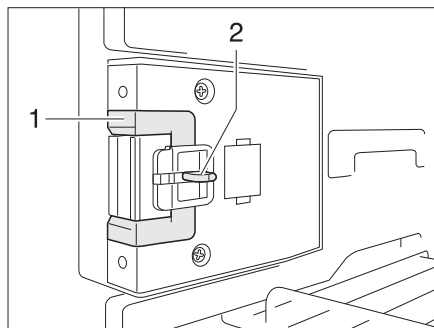
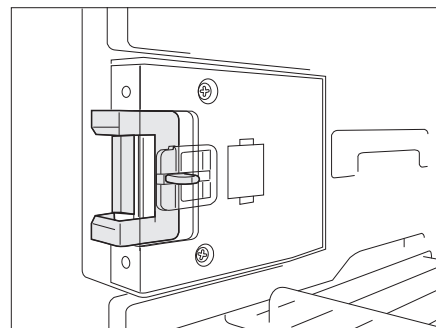

Fig. 220 Dispositivo de cierre en posición normal
Fig. 221 Dispositivo de cierre en posición de ventilación
■ Hundir el desbloqueo (Fig. 220,2).
■ Empujar el dispositivo de cierre (Fig. 220,1) hacia delante (Fig. 221).